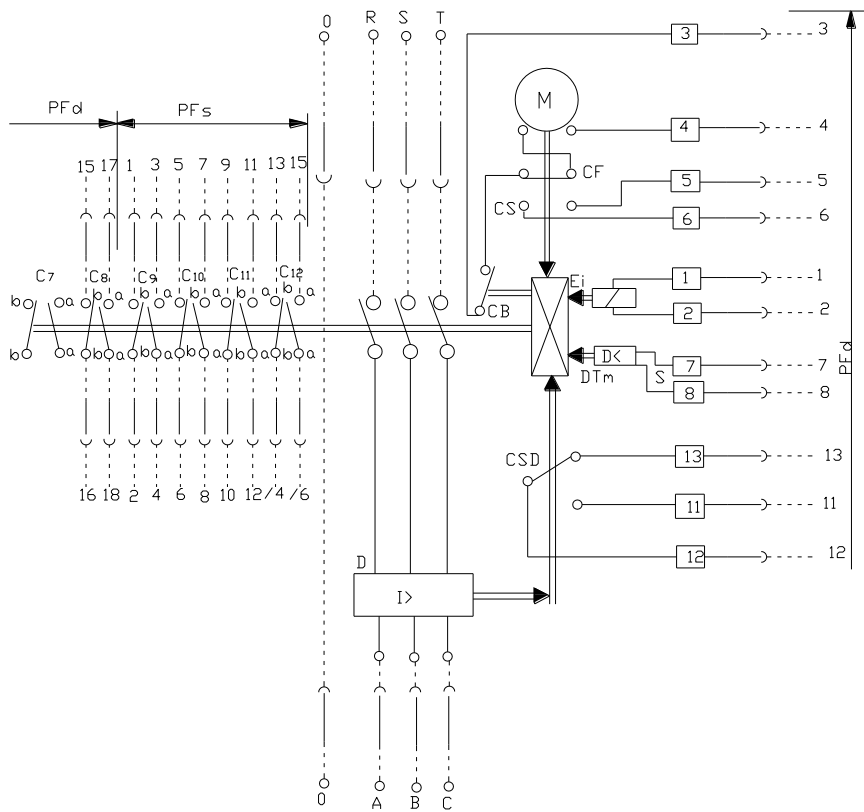

Fig. 7.6.
- protecție motoare prevăzută cu DTm (fig.7.6);